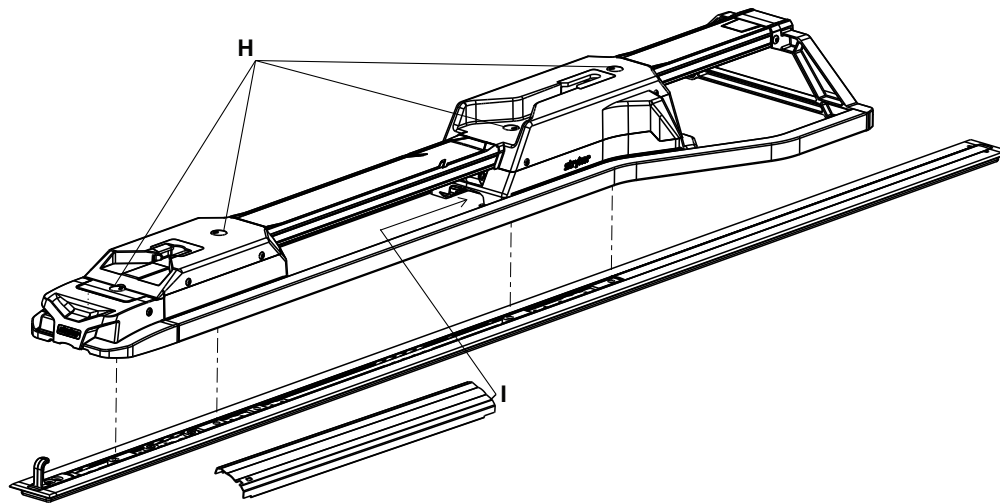

Figura 11 – Acople la sujeción
17. Rote media vuelta las tapas giratorias (H) para acceder a los pernos de la placa de suelo fijados que se encuentran debajo de las tapas (Figura 11).
19. Con una llave hexagonal de 3/8", instale los otros tres pernos unidos a la placa de suelo (H) en las dos regletas de ajuste (Figura 11).
23. Inserte el lado que no tiene la muesca del conjunto de la cubierta central (6392-001-011) (I) en la abertura del alojamiento del extremo de la cabeza (Figura 11).
- _____ Con una llave de apriete, compruebe que los cuatro pernos de la placa de suelo fijados (A) estén apretados a 81 ± 14 Nm (60 +/- 10 ft-lb) (Figura 11).